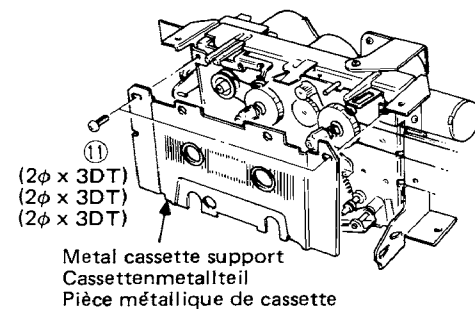

Fig. 8 Abb. 8
#### (2) Cassette metal (Fig. 8)
## (2) Cassetten-Metallstütze (Abb. 8)
(2) Pièce métallique de cassette (Fig. 8)